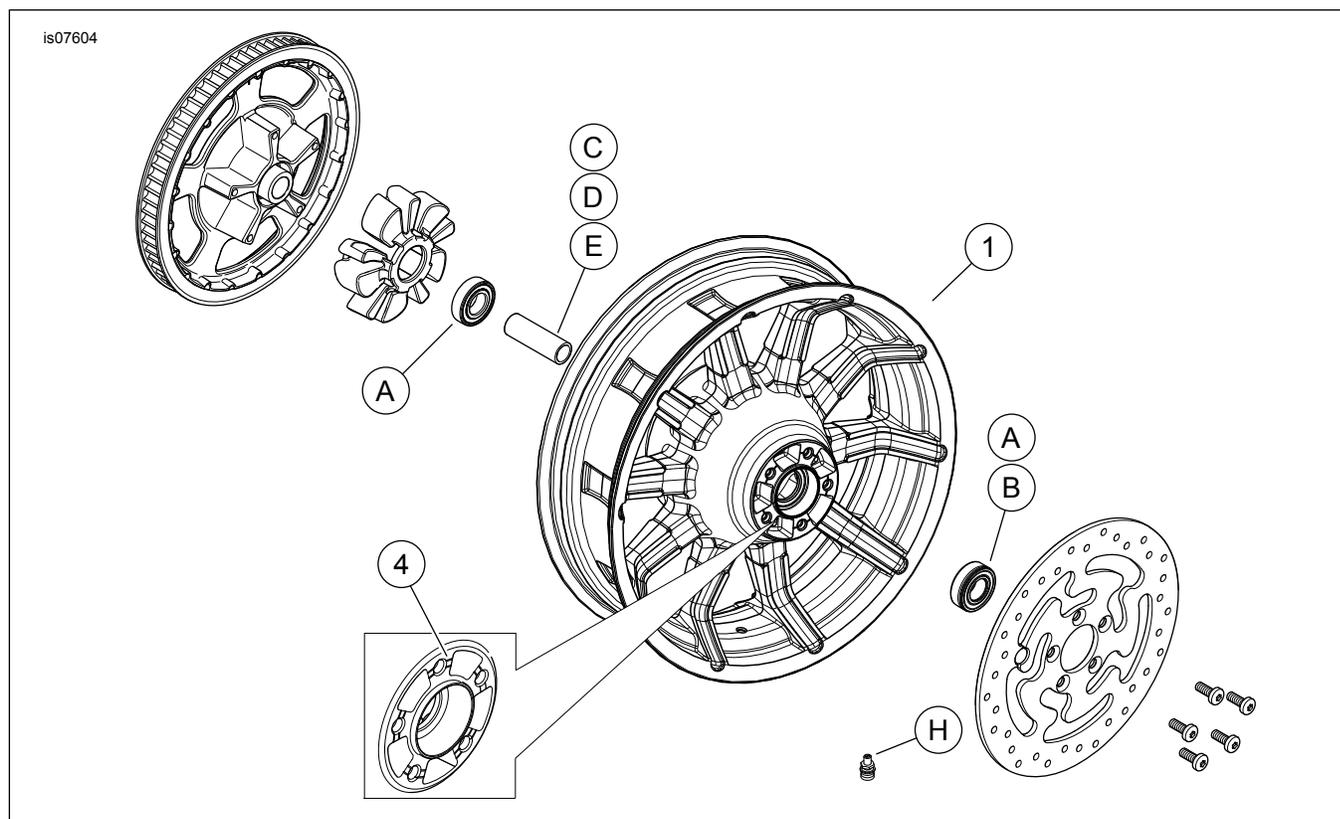

Figura 1. Parti di ricambio: Ruote posteriori Impeller
Questi kit comprendono solo le ruote personalizzate. Vedere Figura 1 e Tabella 2.
2. Vedere Figura 1. Installare il gruppo dello stelo della valvola (H) sulla ruota. Vedere PNEUMATICI nel manuale di manutenzione.